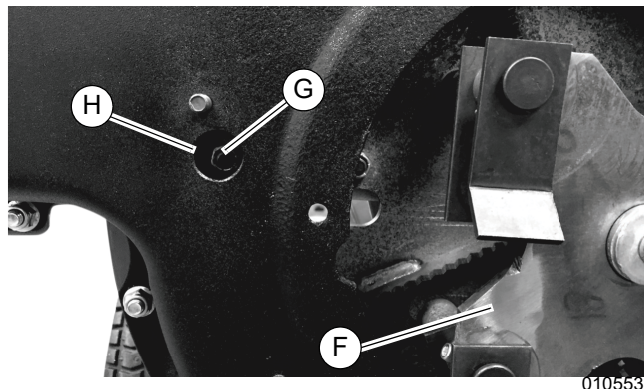
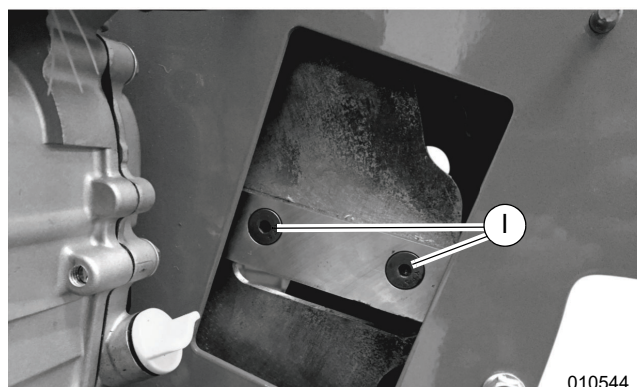

Figura 4-6. Reemplazo de la cuchilla de la astilladora (3 de 4)
Figura 4-7. Reemplazo de la cuchilla de la astilladora (4 de 4)
4. Consulte la Figura 4-6. Gire el volante (F) hasta que se pueda ver la contratuerca (G) a través del orificio de acceso a la contratuerca (H).
5. Consulte la Figura 4-7. Limpie las cabezas de los tornillos de cabeza hexagonal (I) con un punzón o herramienta afilada.
6. Consulte la Figura 4-6 y la Figura 4-7. Inserte una llave hexagonal de 3/16 pulg. en el tornillo (I) y un cubo de 1/2 pulg. de profundidad en la contratuerca (G) a través del orificio de acceso a la contratuerca (H) y retire la contratuerca y el tornillo.